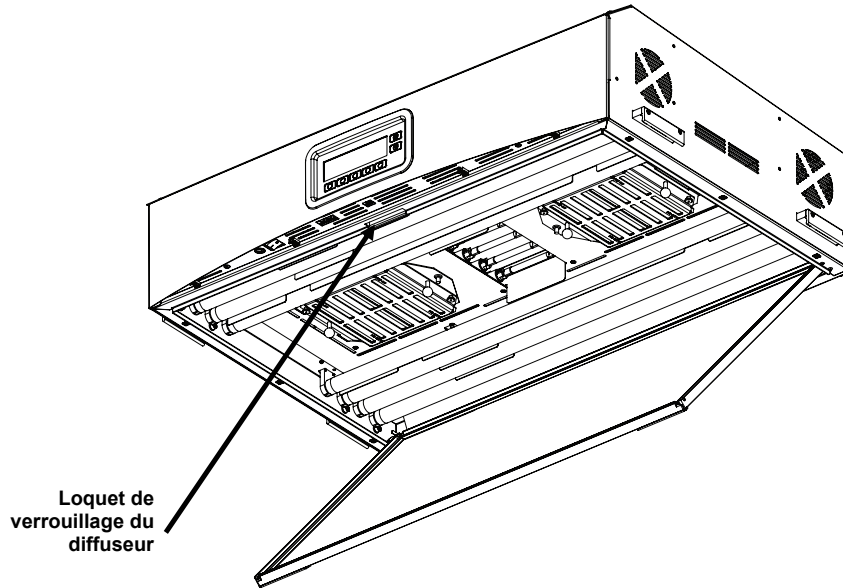

Figure 10. Montage du diffuseur sur le luminaire
7. Faites pivoter l'avant du diffuseur jusqu'à ce qu'il soit fermé et fixez-le à l'aide du loquet. Voir Figure 10.